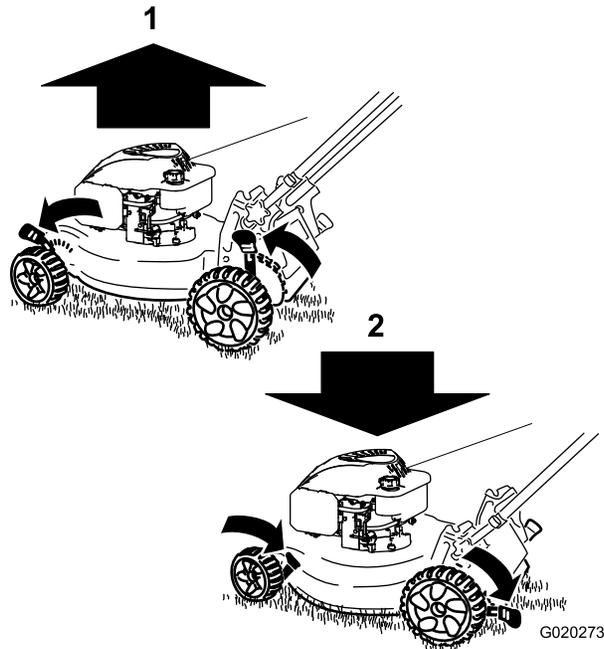

Figura 13
**Nota:** Per alzare la macchina, spostate in avanti tutte le leve dell'altezza di taglio; per abbassarla, spostate indietro tutte le leve dell'altezza di taglio (Figura 13).